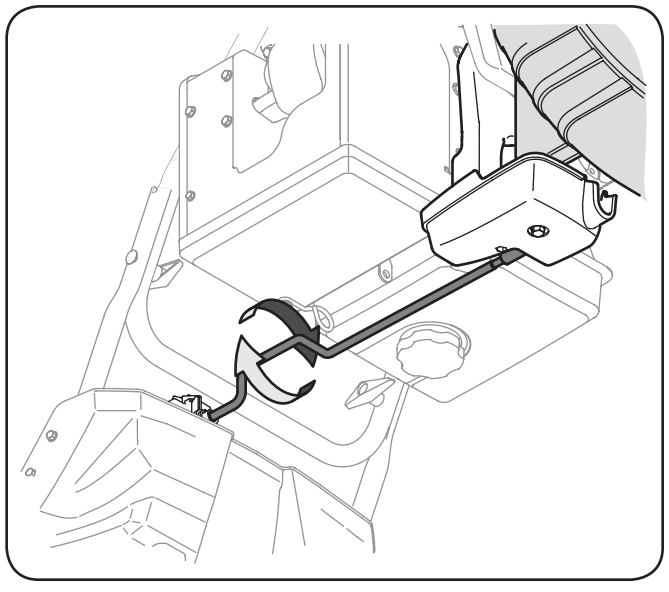

Figure 4-3
3. Enfoncez à nouveau la goupille fendue dans ce trou et celui de la tige de commande, comme à la Figure 4-3.